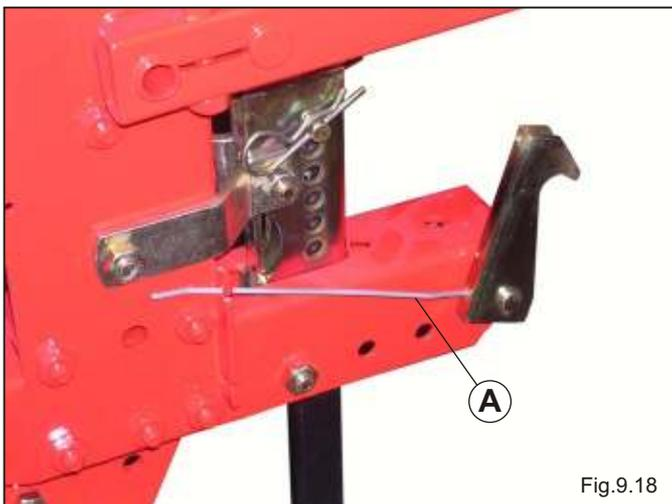

Fig.9.18
1. Разместить пружину **A** в положении "низко" (рис.9.18);
*Проверьте, чтобы все элементы, действующие на пружину крюка, были в положении "низко" (см. рис. 9.18). Нужно понять, что во время посева элемент, на который пружина крюка нацеплена в положении "высоко", сцепляется, таким образом, оставаясь исключенным из посева.*